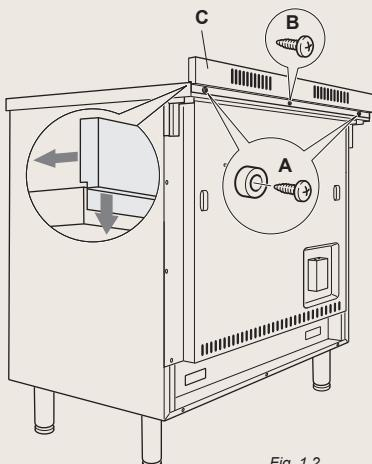

Fig. 1.2
Avant d'installer la cuisinière, assembler la protection arrière "C" (fig. 1.2).
- \* Enlever les entretoises "A" (fig. 1.2) en devissant la vis de fixation.